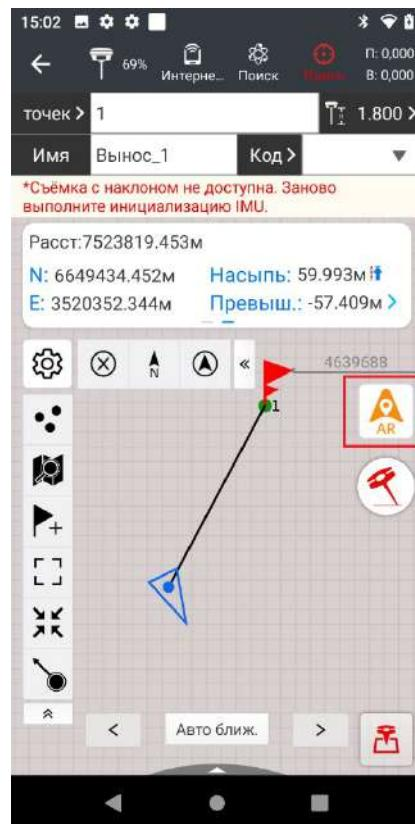

Рис. 2.85
2. Нажимаем на иконку AR (Рис. 2.85).